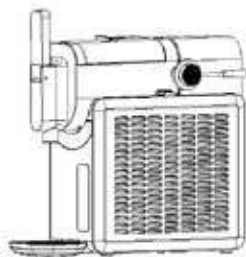

Fig. 2
8. Placez la grille d'égouttage dans le bac d'égouttage et poussez le bac d'égouttage dans le bas de l'appareil (Fig. 2).